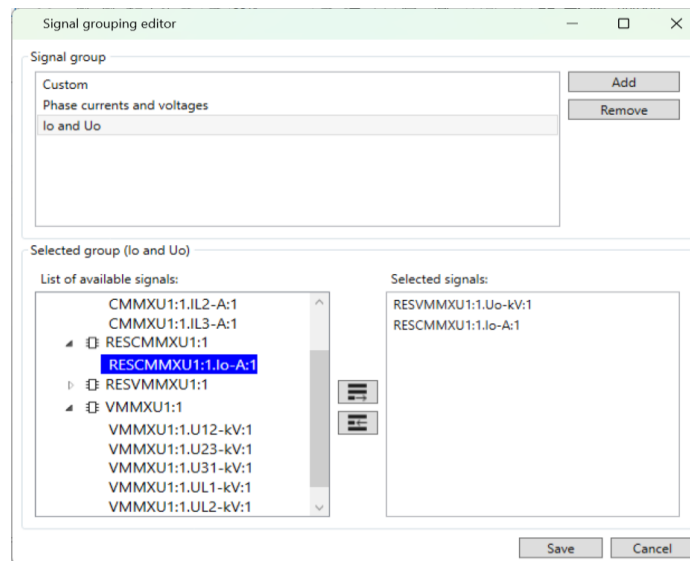

Imagen 181_Asignación de mediciones de corrientes y voltajes residuales al grupo "Io and Vo".
3.42 A éste igual le vamos a añadir señales las cuales serán el grupo "RESVMMXU1:1" y "RESCMMXU1:1" como se muestra en la **Imagen 181**.